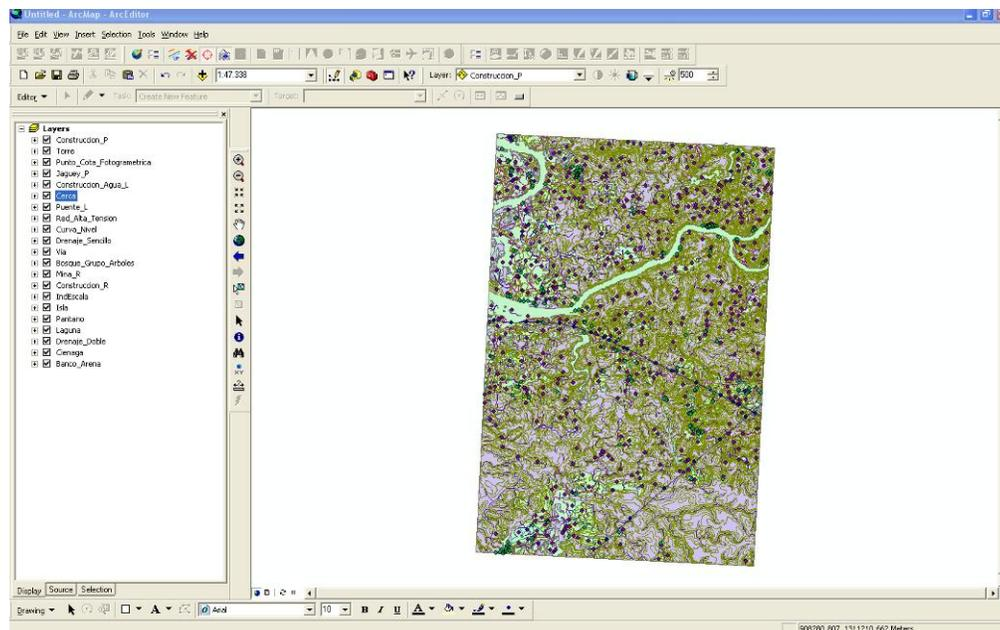

Figura 39. Visualización de vectores
1. Seleccione el botón Full extent para visualizar los vectores en el display de ArcMap, teniendo cargados los vectores de la Geodatabase en Arcmap. (Ver Figura 39).